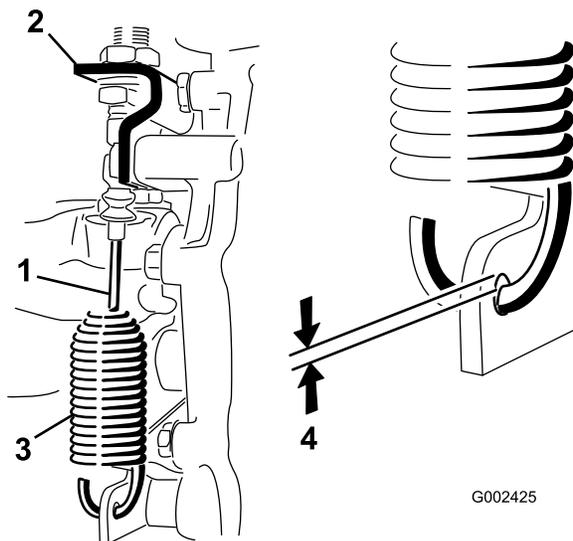

Figura 51
1. Retire os pinos de segurança que prendem o cabo de gama alta/baixa à transmissão (Figura 51).
2. Alivie as porcas de segurança que fixam o cabo de bloqueio do diferencial ao suporte da transmissão (Figura 51).